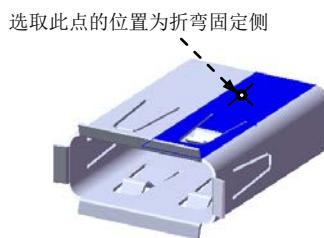

图 10.61 固定侧的位置
(3) 定义绘制的折弯参数。在图 10.61 所示的位置处单击，确定折弯固定侧；在 折弯位置: 选项中选取“折弯在外”按钮 U ，并在 角度: 文本框中输入角度值 5；取消 使用默认半径(U) 复选框，在 半径: 文本框中输入折弯半径值 10。
(4) 单击 \checkmark 按钮，完成绘制折的弯特征 9 的创建。